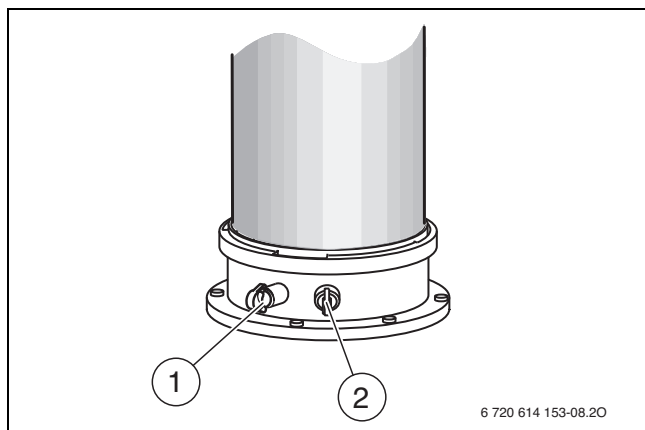

Рис. 55 Измерительный штуцер отработавших газов и патрубков для замера параметров воздуха для горения
- ▶ Снимите заглушку с патрубка для замера параметров воздуха для горения (→ рис. 55, [2]).